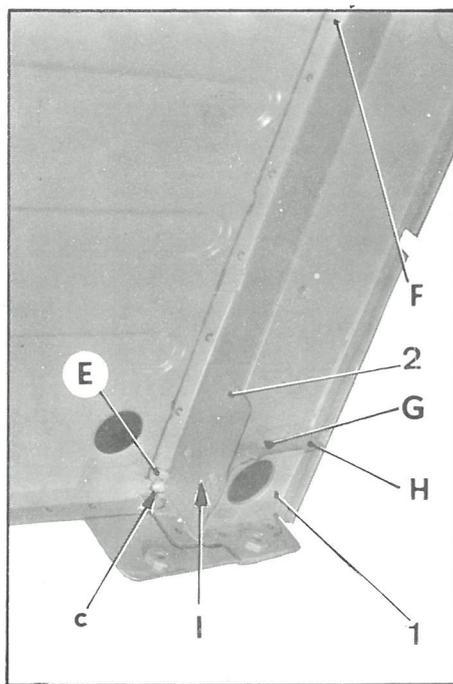

Fig. 2
en I (fig. 2)
10. Mettre en place de chaque côté, les tôles de fermeture (1) (fig. 2). Les fixer par points sur leur pourtour.